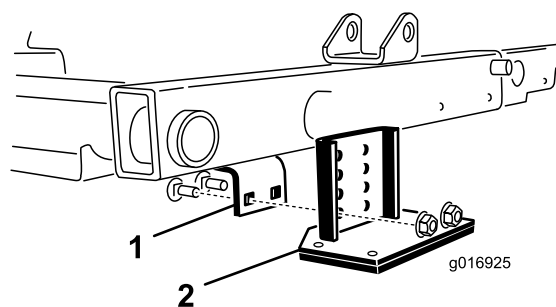

Figura 30
2. Individuate la staffa sul telaio, sopra l'apparato di taglio centrale (**Figura 30**).
3. Premendo verso il basso il rullo anteriore dell'apparato di taglio centrale, individuate quali fori della staffa di inclinazione si allineano ai fori della staffa portante sul telaio in modo da ottenere lo stesso contatto con il rullo anche quando è montata la staffa di inclinazione (**Figura 30**).
4. Abbassate gli apparati di taglio e montate la staffa di inclinazione sul telaio con i 2 bulloni a testa tonda e i 2 dadi in dotazione con il kit (**Figura 30**).